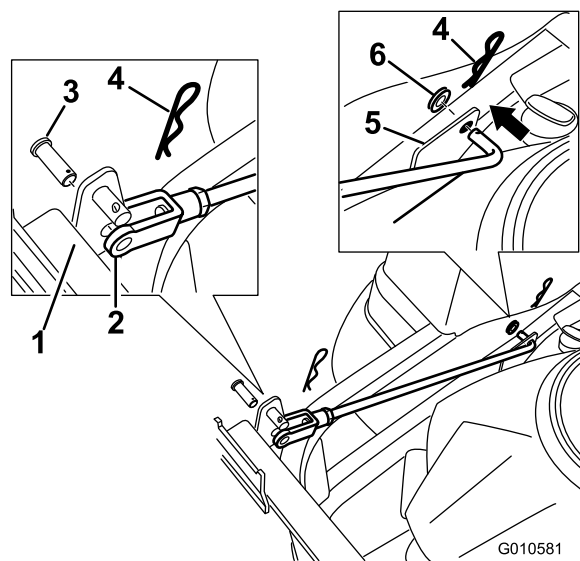

Figure 4
9. Placez le support existant entre la roue motrice arrière et le bâti (Figure 4).
10. Insérez les extrémités coudées de la tige dans le cadre de la machine comme illustré à la Figure 4, et fixez l'extrémité de la tige avec une rondelle et une goupille fendue.
- D. Fixez le côté chape des tiges au bâti du système de ramassage à l'aide d'un axe de chape et d'une goupille fendue (Figure 4).